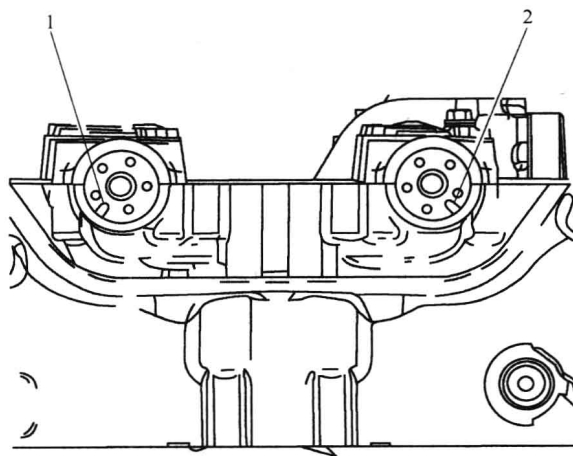

图 1-9 对齐槽口与气缸盖标记
(18) 标记排气凸轮轴执行器锁止槽口中的气缸盖且进气凸轮轴锁止槽口要与气缸盖对齐, 如图 1-9 所示。